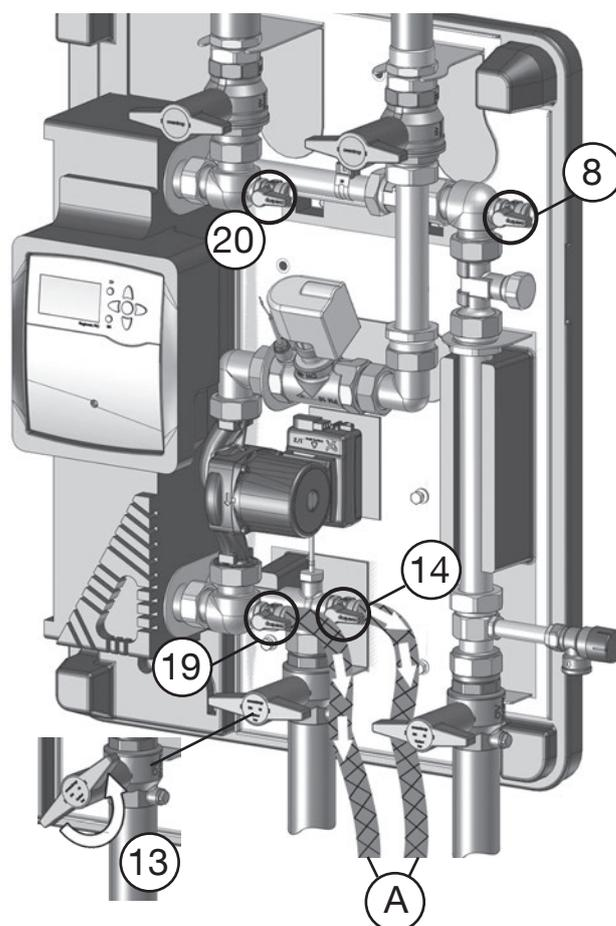

Fig. 8.1: Vidanger les circuits primaire et E.C.S. de la station de production d'eau chaude sanitaire
4. Vidanger la station en raccordant des tuyaux d'évacuation (A) aux robinets de vidange et de remplissage à tournant sphérique (19 et 14) (voir Fig. 8.1) et ouvrir les robinets à tournant sphérique.
5. Ouvrir les robinets de vidange et de remplissage à tournant sphérique (20 et 8). En cas de montage d'une conduite de bouclage d'E.C.S. optionnelle, ouvrir le robinet d'arrêt à tournant sphérique (13).